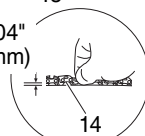

Fig. 6
7. Soulevez l'extrémité du guide-chaîne et réglez la tension de la chaîne (12) en tournant le boulon de réglage de tension (13) dans le sens des aiguilles d'une montre. Pour vérifier que la tension de la chaîne est adéquate, soulevez légèrement le centre de la chaîne. Il faut qu'il y ait alors un jeu de 0.02 – 0.04" (0,5 à 1,0 mm) (14) entre le guide-chaîne et le bord des maillons d'entraînement de la chaîne. (Fig. 6, 7)